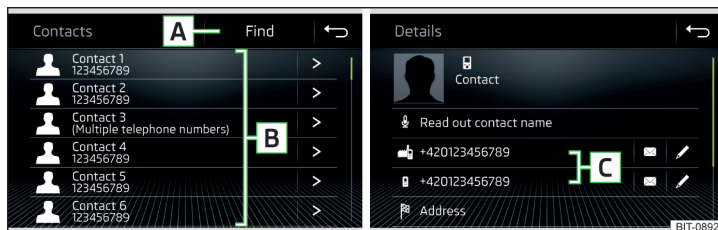

Fig. 141 Lista de los contactos de teléfono / Detalle del contacto
- En el menú principal *Teléfono* pulse la superficie funcional , se visualizará una lista de los contactos de teléfono » fig. 141.